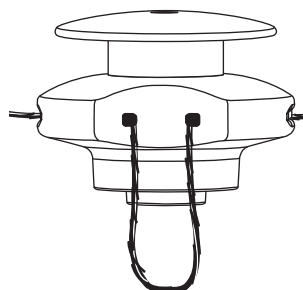

Fig. 20
2. Poussez les extrémités à travers jusqu'à ce qu'elles dépassent des côtés de la tête (Fig. 20).